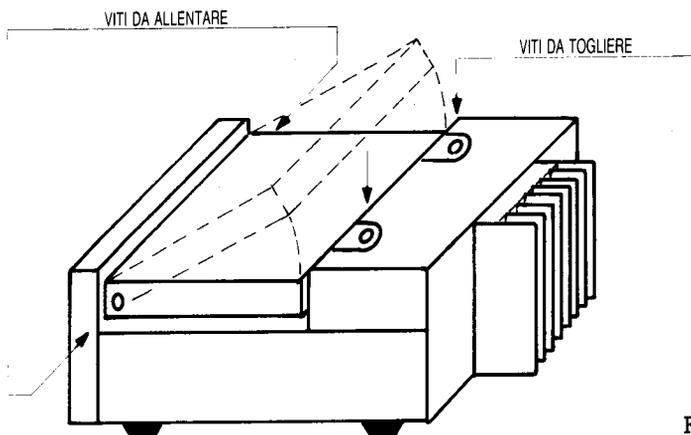

Fig. 4
- 9) allentare le due viti che fan da cerniera al telaio che sostiene la piastra IF UNIT (fig. 4)
- 10) togliere le due viti che bloccano tale telaio (fig. 4).